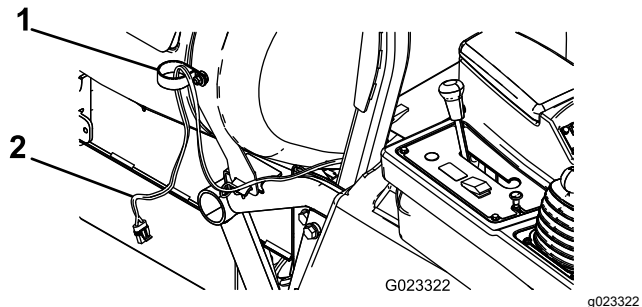

図 2
4. フランジナット $\frac{3}{8}$ "を使用して、小さいRクランプを図2のようにキャリッジボルトに固定する。
5. 図2に示すように、ワイヤハーネスのホースリールの端をRクランプに通す。